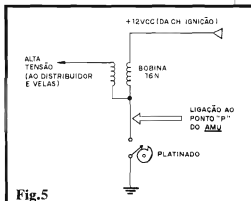

Fig.5
- **FIG. 5 - DIAGRAMA DA INSTALAÇÃO BÁSICA** - Além das conexões mostradas na figura anterior, a única ligação a ser feita é do ponto "P" da placa da AMU a platinado do carro, ou seja: à própria "saída" da bobina de ignição controlada pelo platinado, e que determina - sob giro do motor - o chaveamento do **primário** da dita bobina, que faz surgir no seu **secundário** os pulsos de elevada "voltagem" enviados às velas (via distribuidor). O diagrama esquematiza o ponto de ligação (se o Leitor/Hobbysta tiver alguma dúvida ou dificuldade em identificar "físicamente" tal ponto, no sistema elétrico do seu carro, deve recorrer a um profissional de auto-elétrico (**de confiança**, porque tem muito "picareta", na área...)). Na verdade, ninguém tem que se preocupar muito com a eventualidade de cometer um erro inicial nessa conexão, uma vez que o circuito da AMU tem "defesas" no seu bloco de entrada, contra qualquer equívoco (**menos** quanto ao fato de algum "doidinho" ligar o ponto "P" à saída de Alta Tensão da bobina, mas, nesse caso, **merece** ter seu circuito "estourado", como punição pela extrema "babaquice"...).